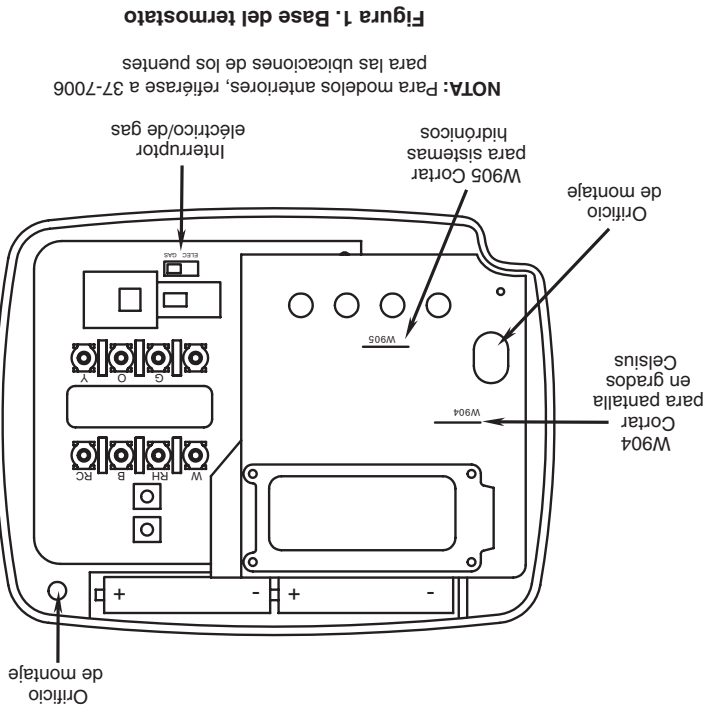

Figura 1. Base del termostato
Este termostato está configurado de fábrica para operar un sistema de aire forzado con combustible fósil (gas, aceite, etc.) de calor/frio. Está correctamente configurado para cualquier sistema que NO requiera que el termostato energice el ventilador en una llamada de calor. Si su sistema es un sistema eléctrico o de bomba de calor que REQUIERE que el termostato encienda el ventilador en una llamada de calor, ubique el interruptor **GAS/ELECTRICO** (vea la figura 1) y colóquelo en la posición **ELECTRICO**. Esto permitirá al termostato energizar el ventilador inmediatamente en una llamada de calor. Si no está seguro si el sistema de calefacción/refrigeración requiere que el termostato controle el ventilador, póngase en contacto con un servicio técnico de calefacción y aire acondicionado calificado.
5. Fije la base a la pared sin ajustarla demasiado, como muestra la figura 1, usando dos tornillos de montaje. Ajustela hasta que quede bien nivelada y luego apriete los tornillos. (Esto es por razones estéticas solamente y no afectará el funcionamiento del termostato.) Si utiliza los orificios de montaje existentes, o si los orificios perforados son demasiado grandes y no le permiten ajustar bien la base, use anclajes plásticos para fijar la subbase.
Este termostato requiere 2 pilas alcalinas "AAA" para funcionar. Si aparece el mensaje **CHANGE** significa que las pilas tienen poca carga y deben cambiarse. Para obtener resultados óptimos, cambie las pilas una vez al año por pilas alcalinas nuevas de alguna marca líder como Duracell® o Energizer®. Para cambiar las pilas, instálelas a lo largo de la parte superior de la base (vea la figura 1). Las pilas deben instalarse con los polos positivos (+) hacia la derecha.